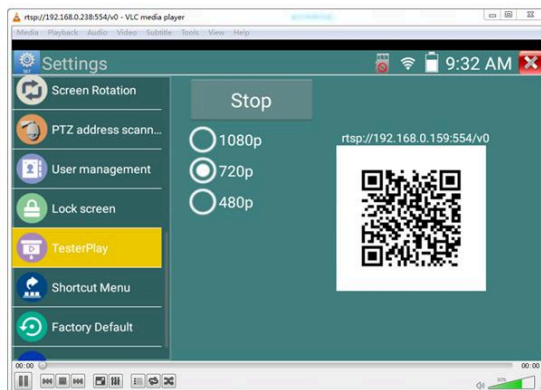

Рис. 23 Пример трансляции изображения на ПК с тестера с помощью VLC плеера
- 5) Просматривайте изображение (рис. 23).